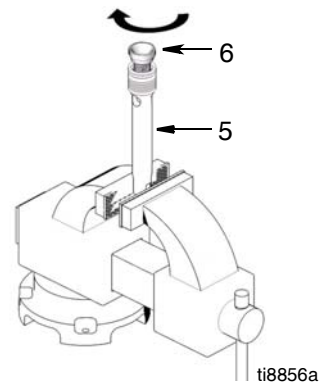

Рис. 11
6. (Рис. 11) Установите клапан поршня (6) на шток поршня (5). Затяните с усилием 55 +/- 3 фунт на фунт (74,57 +/- 4 Н•м).